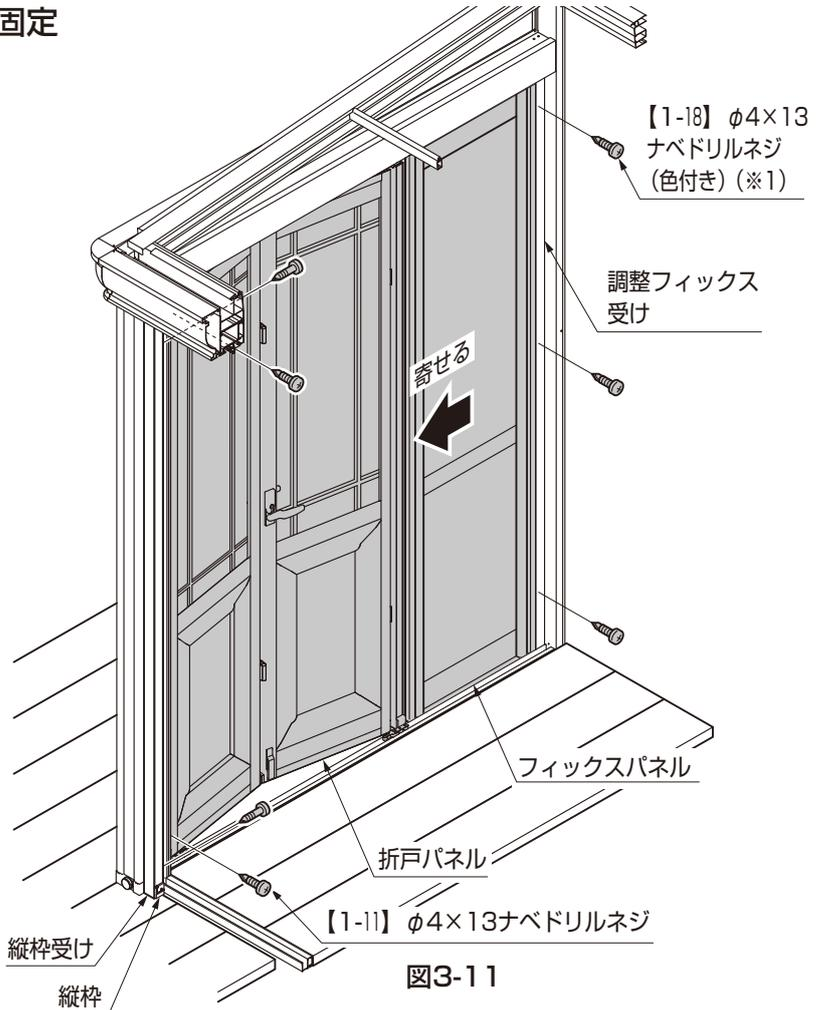

図3-11
- すき間がある場合は、フィックスパネルを柱側に寄せて、すき間をなくしてください。(図3-11参照)